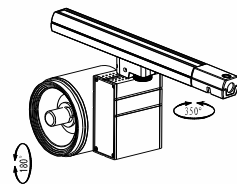

Рис.4
- Выберите нужное направление светового потока путем вращения корпуса светильника (РИС.4).